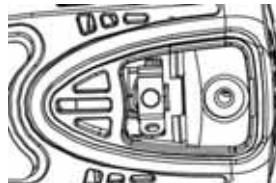

Fig. 3
- C. De nya kolborstarna har monterats rätt. (Se fig. 3).